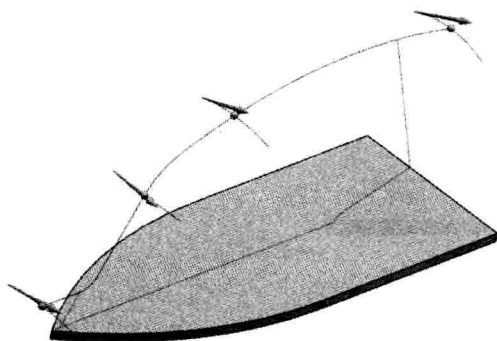

图 1-15 选择截面曲线和引导线
(3) 单击“曲面”工具栏上的“扫掠”按钮，弹出“扫掠”对话框。选择如图 1-15 所示的 4 条截面曲线和 1 条引导线，单击“确定”按钮，完成熨斗顶部曲面的创建，结果